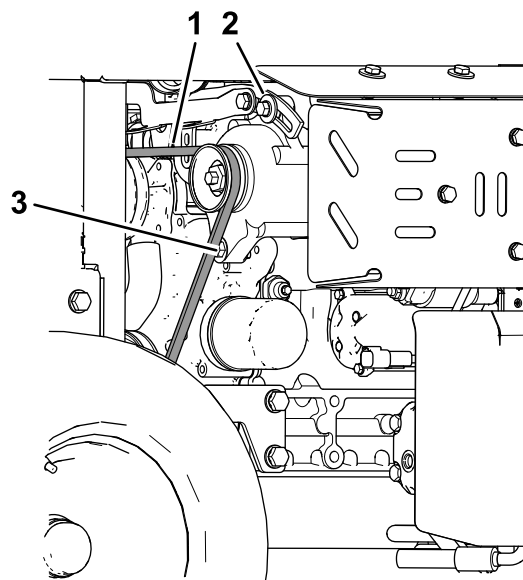

Figure 76
4. Desserrez le boulon de pivot et le boulon de blocage de l'alternateur (Figure 76).
6. Resserrez le boulon de blocage de l'alternateur (Figure 76).
7. Resserrez le boulon de pivot de l'alternateur (Figure 76).